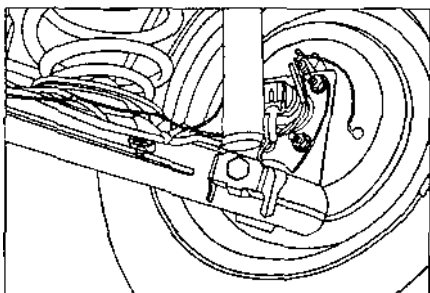

Рис. 5.30.
• выведя проушину амортизатора из кронштейна рычага подвески, снять амортизатор (рис. 5.30).